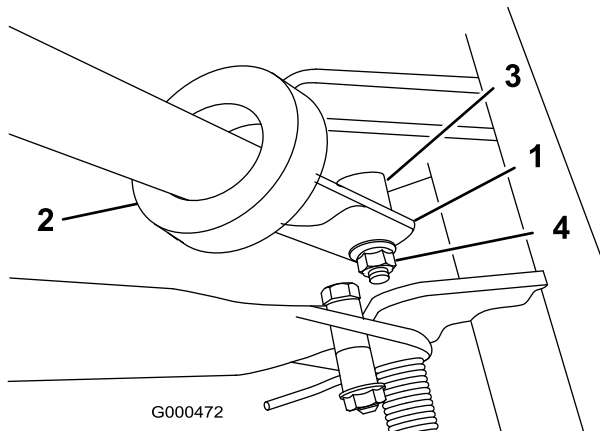

Figura 9
2. Introduzca los extremos del manillar por las ranuras de los brazos de soporte del manillar (Figura 9).
3. Apriete las secciones inferiores hacia dentro e instálelas sobre el talón del bulón (Figura 9).
4. Fije el manillar al perno y al bulón con la contratuerca de arandela prensada (Figura 9).